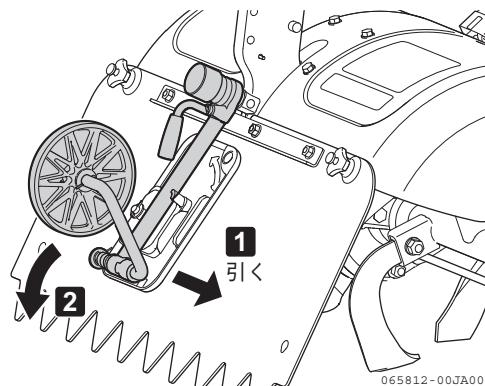

図 3-6 尾輪 (移動2)
2. 尾輪を右側に引き、下側にロックを外した状態にします。(図 3-6)